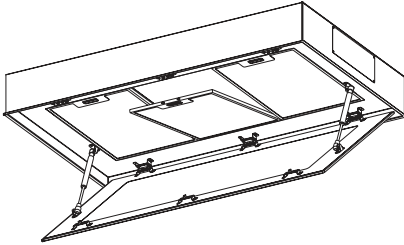

Abb.6: Metallfettfilter entnehmen, bzw. einsetzen
- Randabsaugungsplatte aus der Arretierung lösen und nach unten klappen (rückseitige Scharniere verhindern ein Herausfallen) (⇔ Abb. 6).